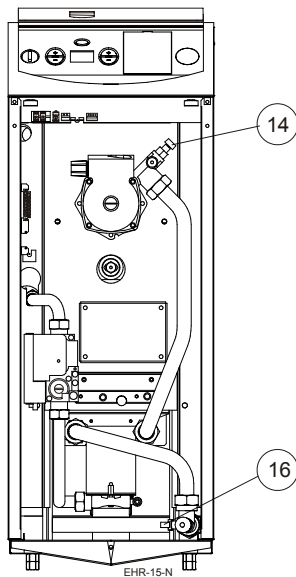

Fig. 29
- ▶ Open de vul-aftapkraan (fig 29 – nr. 16).
- ▶ Ontlucht de cv-ketel met ontluchter (fig 29 – nr. 14).